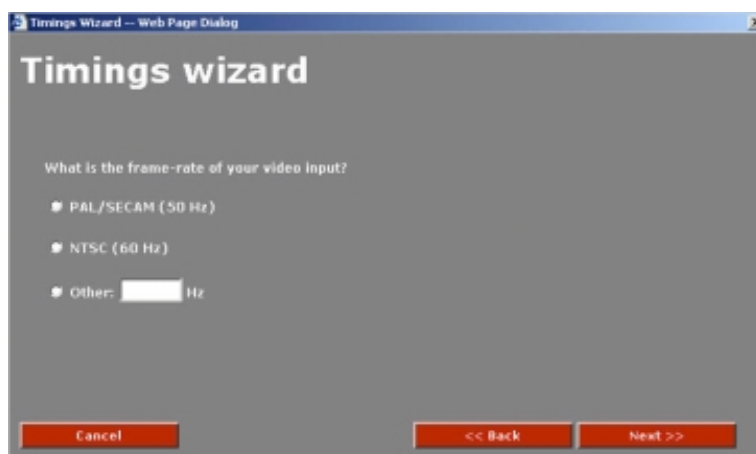

Imagen 8-11
- Haga clic con el ratón en el botón de radio que corresponde a la fuente de vídeo utilizada. (imagen 8-11)